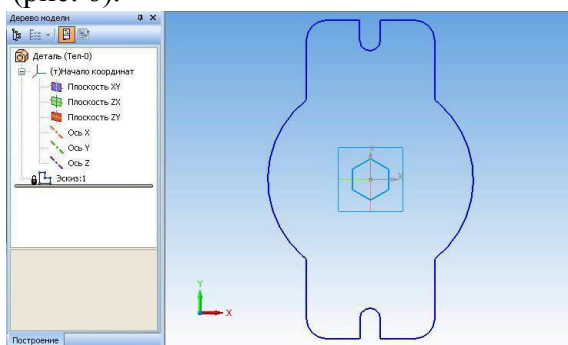

Рис. 6.
7. Сверните чертеж. Убедитесь, что открыт файл будущей детали. Нажмите на кнопку *Вставить из буфера* . Поместите базовую точку в начало координат, зафиксируйте левой кнопкой мыши. Затем прервите команду кнопкой , покажите весь эскиз  (рис. 6).